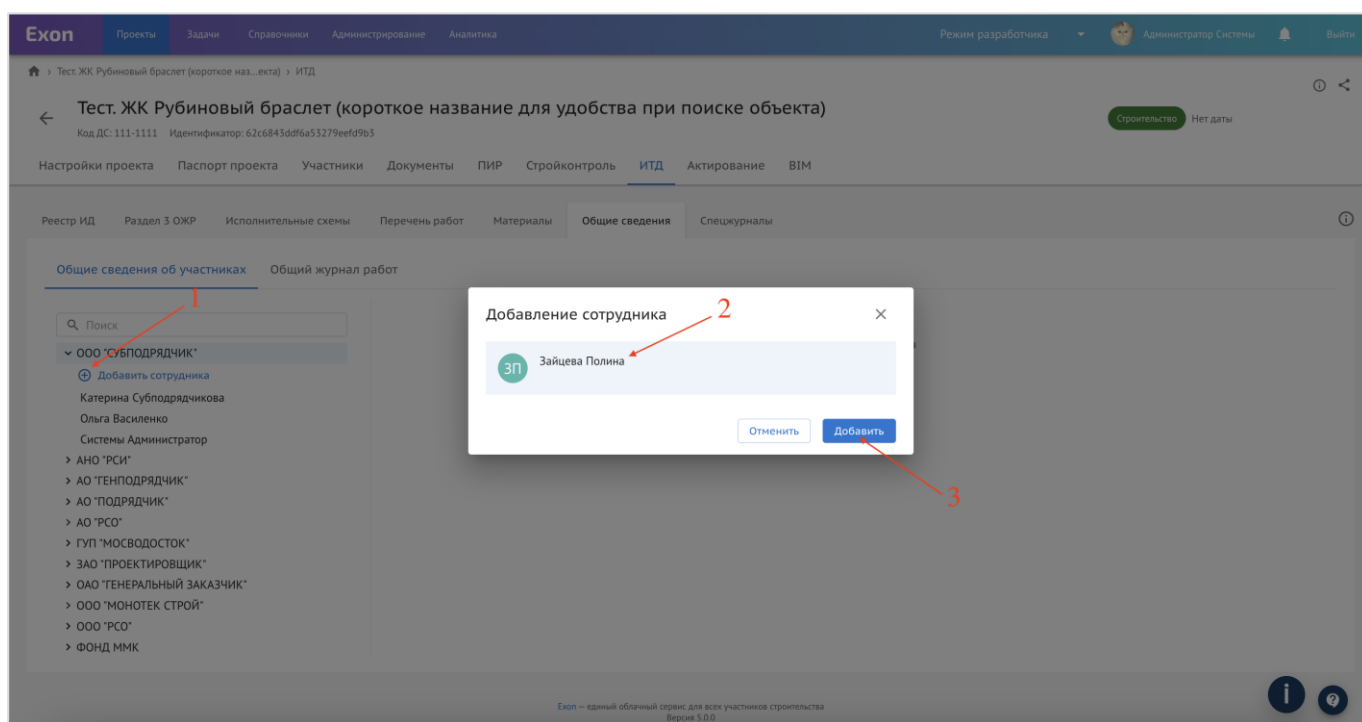

Рис. 2 – Добавление сотрудника в общих сведениях
2. Нажать кнопку «Добавить сотрудника» организацию (1) (данная кнопка доступна только сотрудникам одной организации и администратору компании), в открывшемся окне выбрать сотрудника из тех, которые были ранее добавлены в Участники (2) и нажать «Добавить» (3). После совершения данных действий, выбранный сотрудник отобразится во вкладке «Общие сведения о сотрудниках» в соответствующей организации, после выбора сотрудника из списка откроется страница для внесения данных о нем (рис. 2);